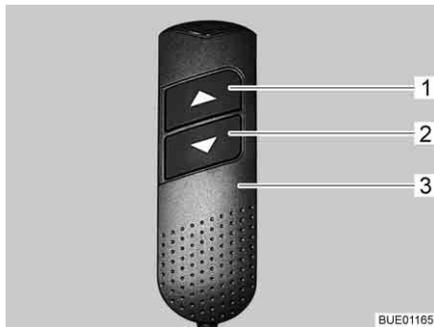

Fig. 113 Elemento de mando manual
- En el elemento de mando manual (Fig. 113,3), pulsar la tecla "▼" (Fig. 113,2) y mantenerla pulsada. La sección de los pies se introducirá. Las cabeceras del somier se levantarán.
- En el elemento de mando manual (Fig. 113,3), pulsar la tecla "▲" (Fig. 113,1) y mantenerla pulsada. La sección de los pies se extenderá. Las cabeceras del somier se bajarán.
- En el elemento de mando manual (Fig. 113,3), pulsar las teclas "▼" (Fig. 113,2) o bien "▲" (Fig. 113,1) hasta que se haya alcanzado la posición deseada.